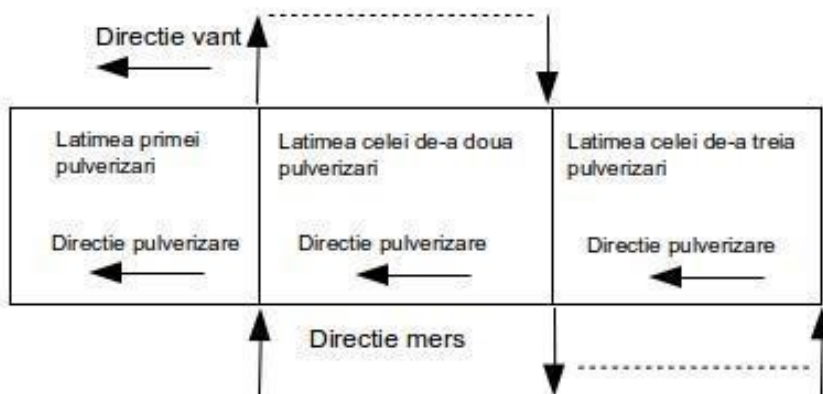

Fig. 13
- Directia de mers a utilizatorului este determinata de directia vantului (a se vedea Fig. 13).
- Linia punctata din Fig. 13 reprezinta distanta unde utilizatorul trebuie sa inchida intrerupatorul de la rezervorul cu substante chimice si sa reduca turatia motorului.